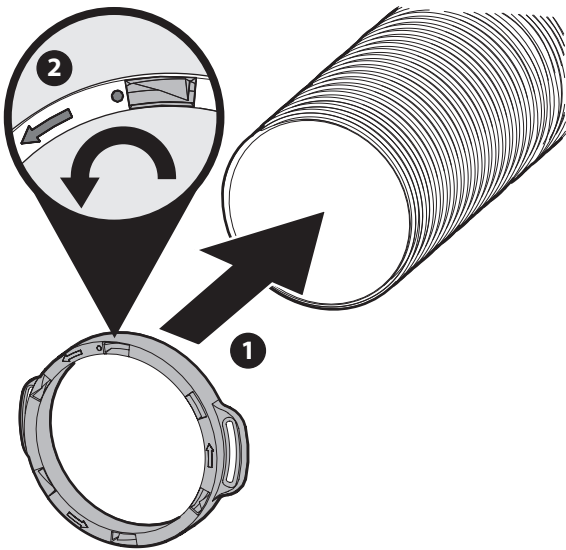

Figura 2
2. Instale el anillo en el extremo libre de la manguera alineando el inicio de la nervadura de la manguera con la ventana del anillo que está junto a un punto moldeado y enrosque en sentido contrario a las agujas del reloj hasta asegurarlo. Vea el recuadro de la Figura 2.